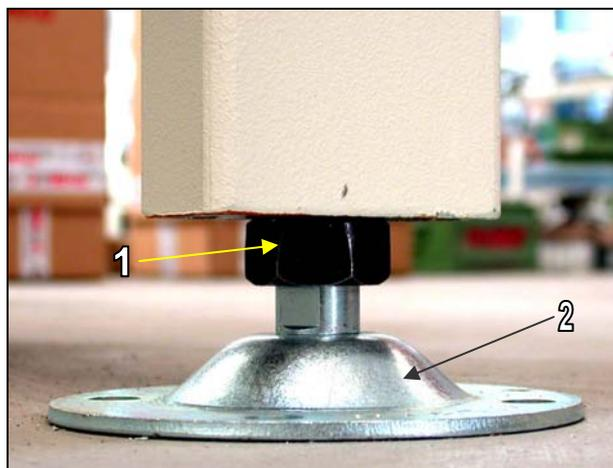

Fig.3.2
- ▽ Il trasporto con il muletto è da effettuarsi con particolare attenzione in quanto bisogna assicurarsi che le forche siano abbastanza lunghe da fare presa per tutta la larghezza altrimenti la macchina può diventare instabile.(Fig.3.2)